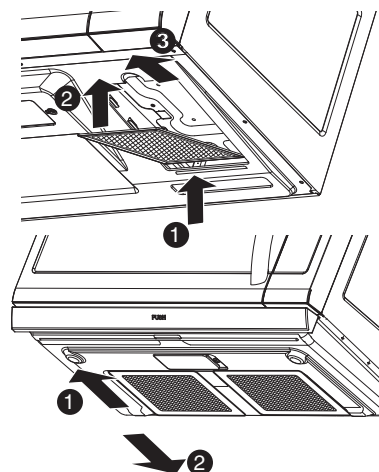

Ilustración 36
6. Agarrar la malla filtrante con una mano sosteniendo el aro y la otra mano sosteniendo el extremo opuesto. Insertar el extremo de la malla filtrante sin aro en la abertura y deslizar hacia el lado del horno microondas. Introducir el extremo del aro de la malla filtrante en la abertura y deslice toda la malla hacia el centro del microondas hasta que esté firmemente en su posición. Repita con la otra malla filtrante. Consultar Ilustración 36.